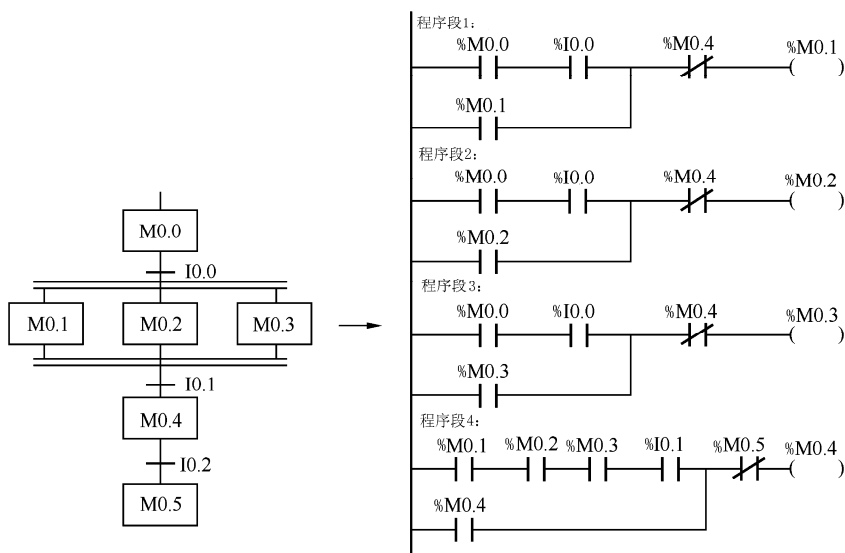

图 6-6 并行顺序
3) 并行顺序 并行顺序是指在某一转换条件下同时启动若干个顺序,也就是说转换条件实现导致几个分支同时激活。并行顺序的开始和结束都用双水平线表示,如图6-6所示。